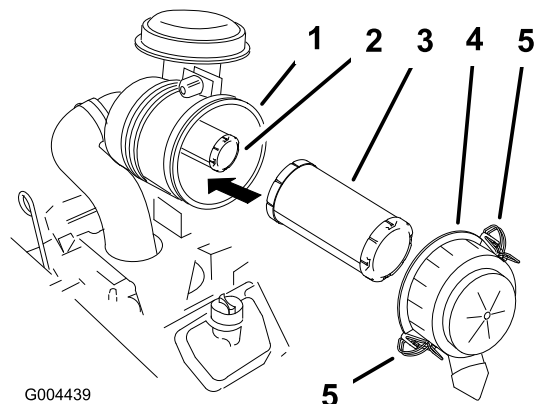

Figure 27
dans le moteur et l'endommageant. Ouvrez les dispositifs de verrouillage du filtre à air et enlevez le couvercle du corps du filtre (Figure 27).
4. Nettoyez l'intérieur du couvercle à l'air comprimé (Figure 27).
5. Sortez l'élément principal du corps du filtre avec précaution (Figure 27). Évitez de cogner l'élément à l'intérieur du corps.
1. Si vous montez des éléments filtrants neufs, vérifiez qu'ils n'ont pas souffert pendant le transport. N'utilisez pas les éléments s'ils sont endommagés. (Figure 27).
2. Si vous remplacez l'élément de sécurité, insérez-le avec précaution dans le corps du filtre (Figure 27).
3. Placez ensuite l'élément principal sur l'élément de sécurité avec le même soin (Figure 27). Assurez-vous qu'il est bien engagé en appuyant sur le rebord extérieur.
4. Reposez le couvercle du filtre à air, le côté portant l'inscription **UP** en haut, et fermez les dispositifs de verrouillage (Figure 27).